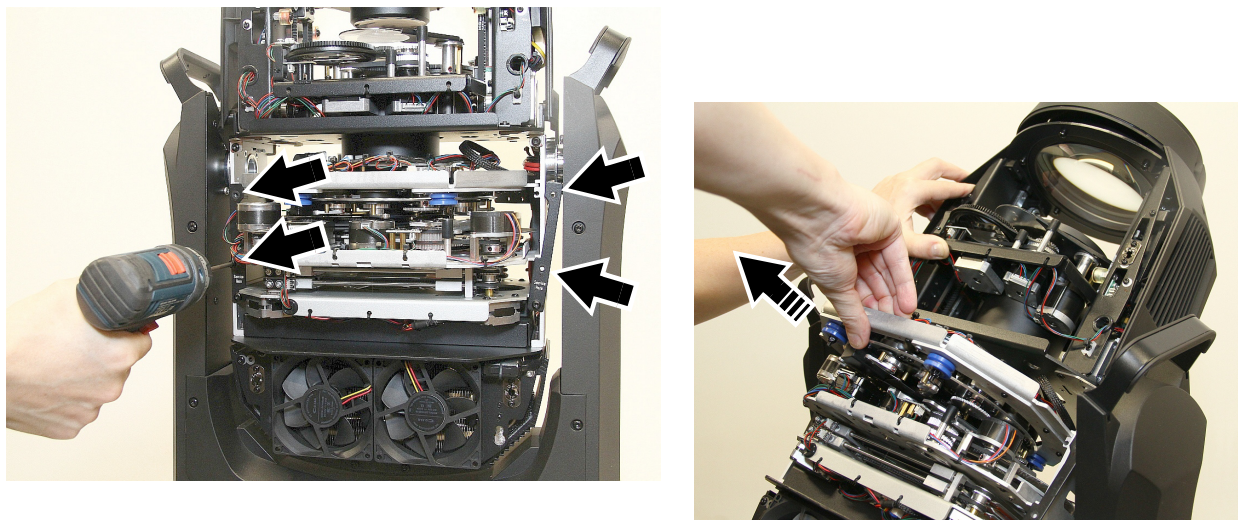

Bild 24: Entfernen des Blendenschiebermoduls
7. Siehe Bild 24. Entfernen Sie vier Torx-Schrauben (Pfeil). Beachten Sie, das die Halteleisten zur Identifikation mit „Service“ markiert sind. Verwechseln Sie diese Halteleisten nicht mit den ähnlichen, nicht markierten Halteleisten auf der anderen Seite des Kopfes. Bewahren Sie die Halteleisten und Schrauben für die spätere Verwendung auf. Lösen Sie die beiden hinteren Halteschrauben etwas und kippen Sie beide Halteleisten nach außen.